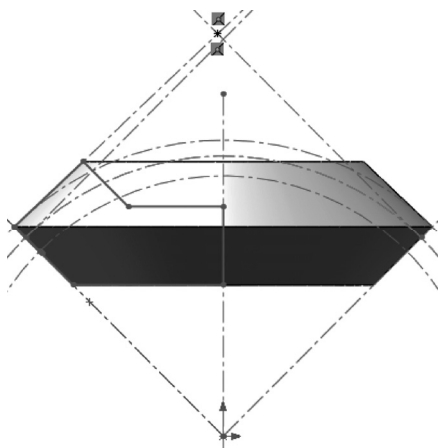
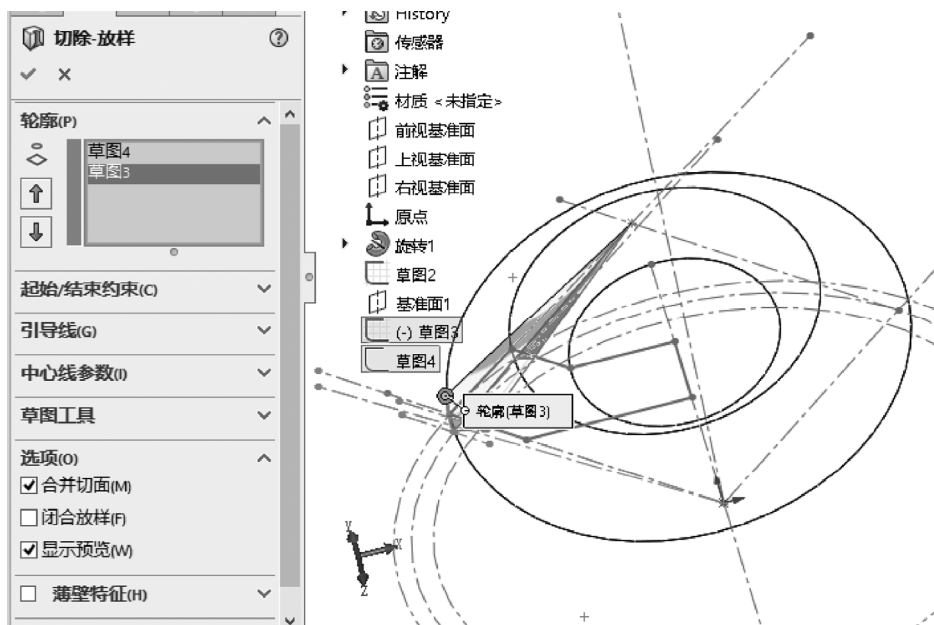

图 8-69 绘制点 2
图 8-70 切除放样实体
① 绘制点 2。选择“前视基准面”作为绘图基准面，在图 8-69 所示的位置绘制一个点，然后退出草图绘制环境。
② 切除放样实体。选择菜单栏中的“插入”→“切除”→“放样”命令，或单击“特征”控制面板中的“放样切割”按钮，弹出“切除-放样”属性管理器；在“轮廓”选项框中分别选择图 8-70 右图中所示的齿形草图和图 8-69 中所示的点草图，最后单击“确定”按钮，生成切除放样特征。